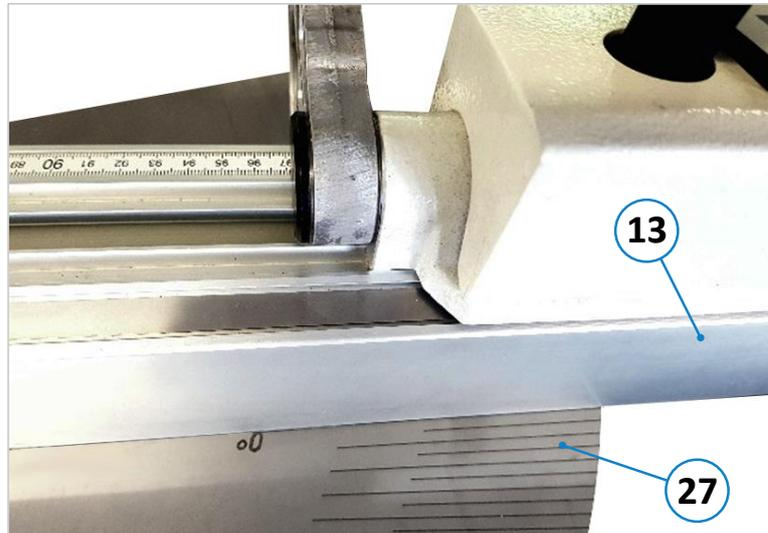

Figure 26 : guide télescopique en position zéro degré
- Le guide télescopique (13) est ainsi automatiquement réglé sur la position 0° (voir ⇒ Figure 26).
- Serrer maintenant la molette d'arrêt (W) et la poignée-étoile (G) à fond.